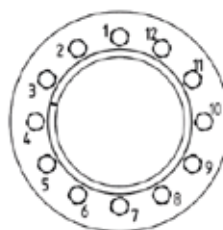

Fig. 5.10.5
- aperte mediante chave dinamométrica – calibrada em um valor aproximadamente superior a 5% em relação ao valor prescrito na tab. 5.10.1 – os parafusos da unidade de bloqueio de modo gradual e uniforme, com sequência contínua (não cruzada), ver a fig. 5.10.5 e em mais fases (aprox. 1/4 volta para cada passagem) até que uma rotação de 1/4 volta não seja mais possível;